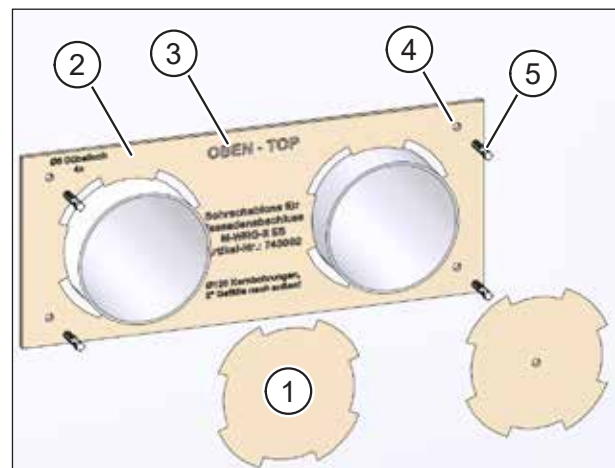

Abb. 8: Bohrungen anbringen
- ▶ Drücken Sie die vorgestanzten Ausschnitte (Pos. 1 in Abb. 8) für die Lüftungsrohre aus der Bohrschablone (Pos. 2 in Abb. 8).
- Beachten Sie den Aufdruck „OBEN“ (Pos. 3 in Abb. 8) auf der Bohrschablone.
- ▶ Bohren Sie mit dem 6 mm Steinbohrer vier Löcher mit ca. 40 mm Tiefe an den in der Bohrschablone gekennzeichneten Stellen (Pos. 4 in Abb. 8) in die Außenwand.
- ▶ Setzen Sie die mitgelieferten vier Dübel (Pos. 5 in Abb. 8) in die Bohrungen ein.